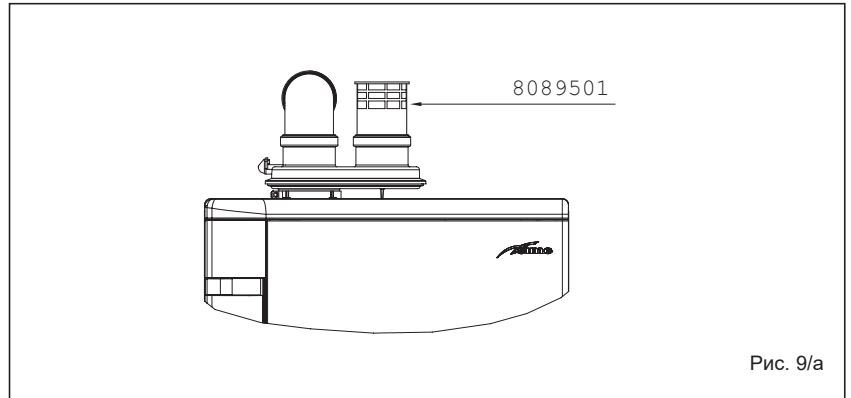

Рис. 9/а
2.7 ИСКУССТВЕННЫЙ ДЫМОТВОД (В23Р-В53Р) (Рис. 9/а)